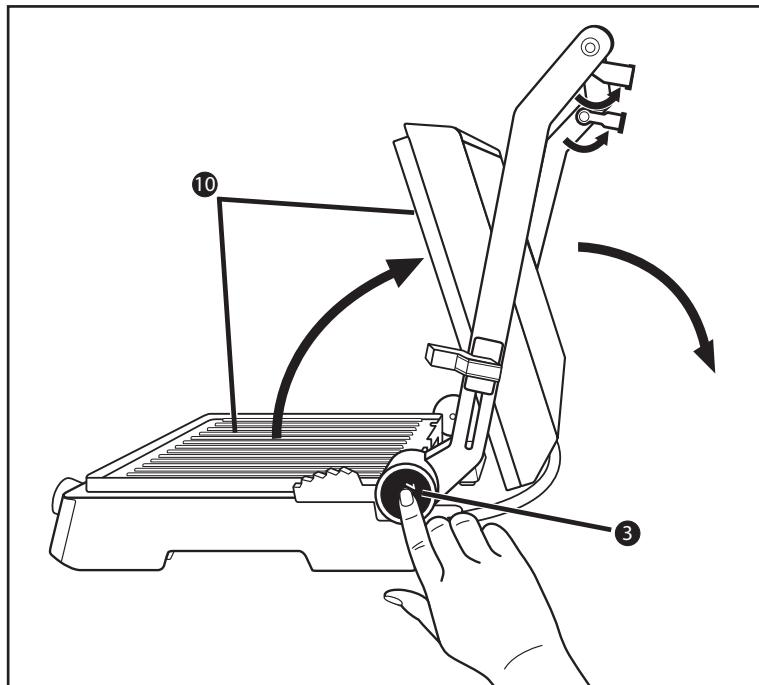

Fig. 1
- 1) Aprire i due piedini di appoggio ① (fig. 1).
- 2) Premere il tasto di sbloccaggio 180° ③ (fig. 1) e aprire il coperchio dell'apparecchio in modo tale da poter utilizzare entrambe le piastre riscaldanti ⑩ come grill da tavolo.